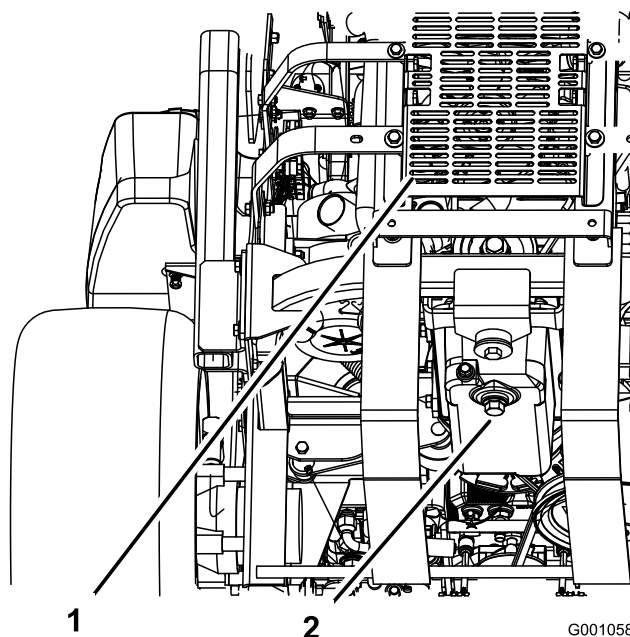

Figure 36
- Placez un bac de vidange sous lorifice de vidange. Retirez le bouchon de vidange et laissez sécouler toute lhuille (Figure 36).